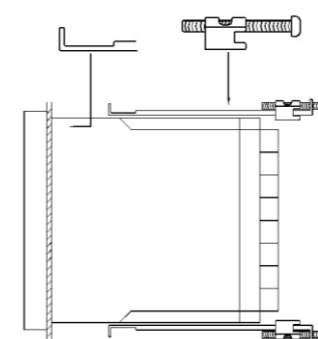

图2-1
- ①、仪表尺寸：96×96×110，开孔尺寸：91×91×110
- ②、将仪表插入安装孔，固定螺丝，如图2-1所示。